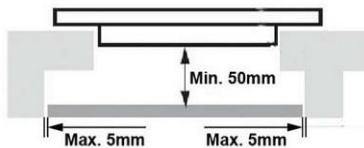

Abb. 4
4. Bringen Sie einen Holzeinsatz in einem Mindestabstand von 50 mm vom Boden des Kochfeldes mit Hilfe von Schrauben an. Beachten Sie die in Abb. 4 angegebenen Abstände.